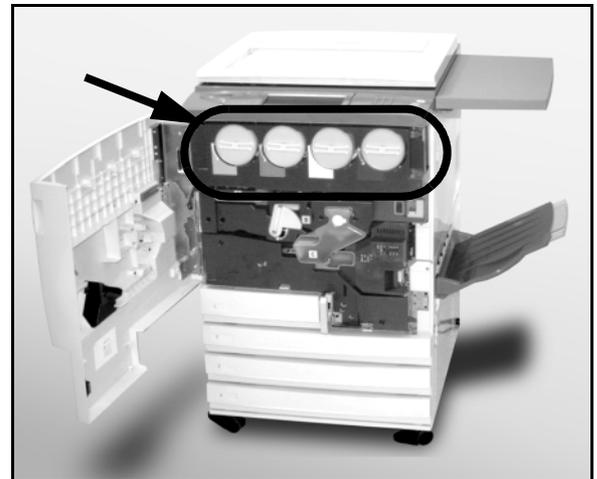

Figure 8 : Localisation de la cartouche de toner
- 1 Ouvrez la porte avant de la machine et repérez les cartouches de toner (figure 8). Elles sont au nombre de quatre (de gauche à droite) : cyan, magenta, jaune et noir.